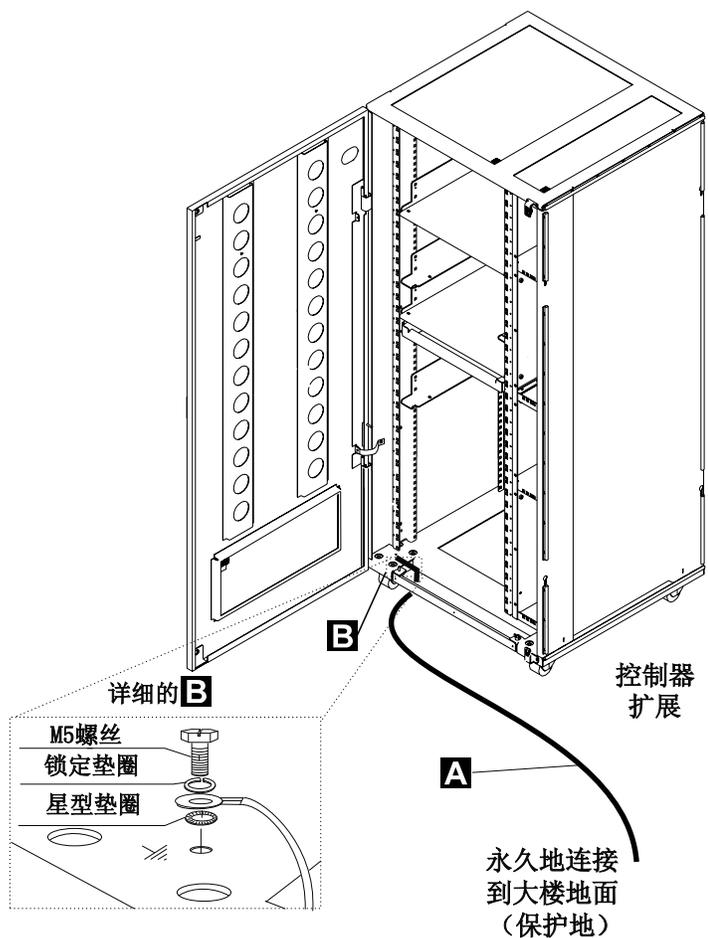
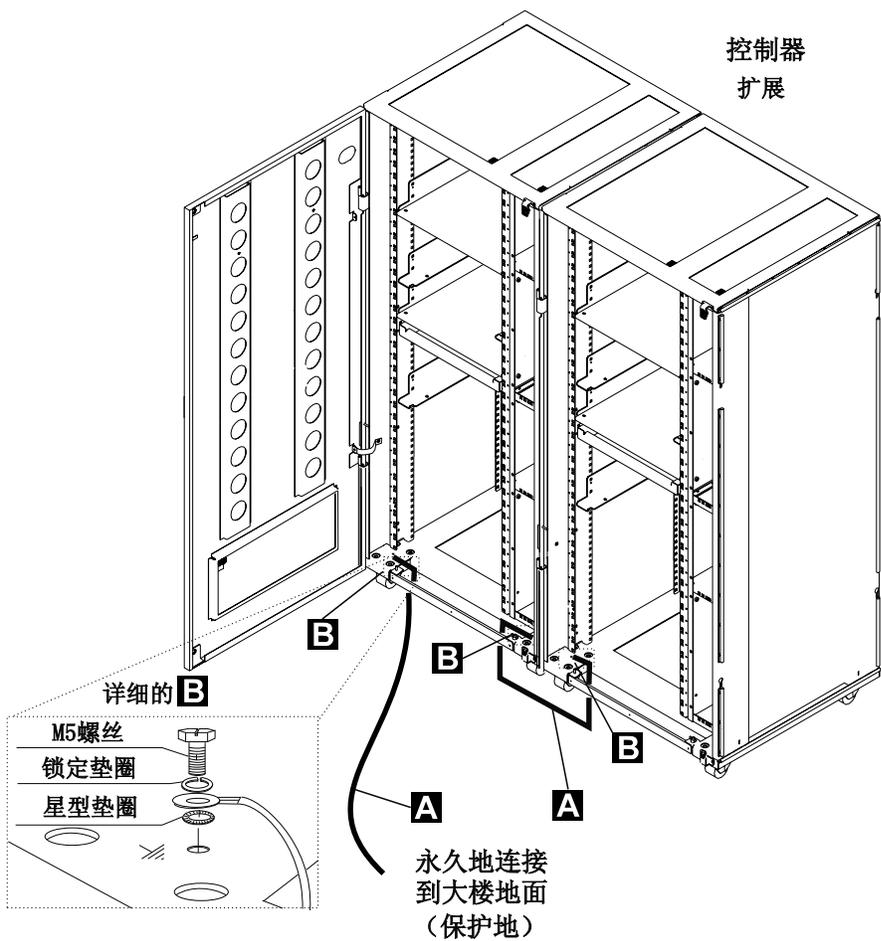
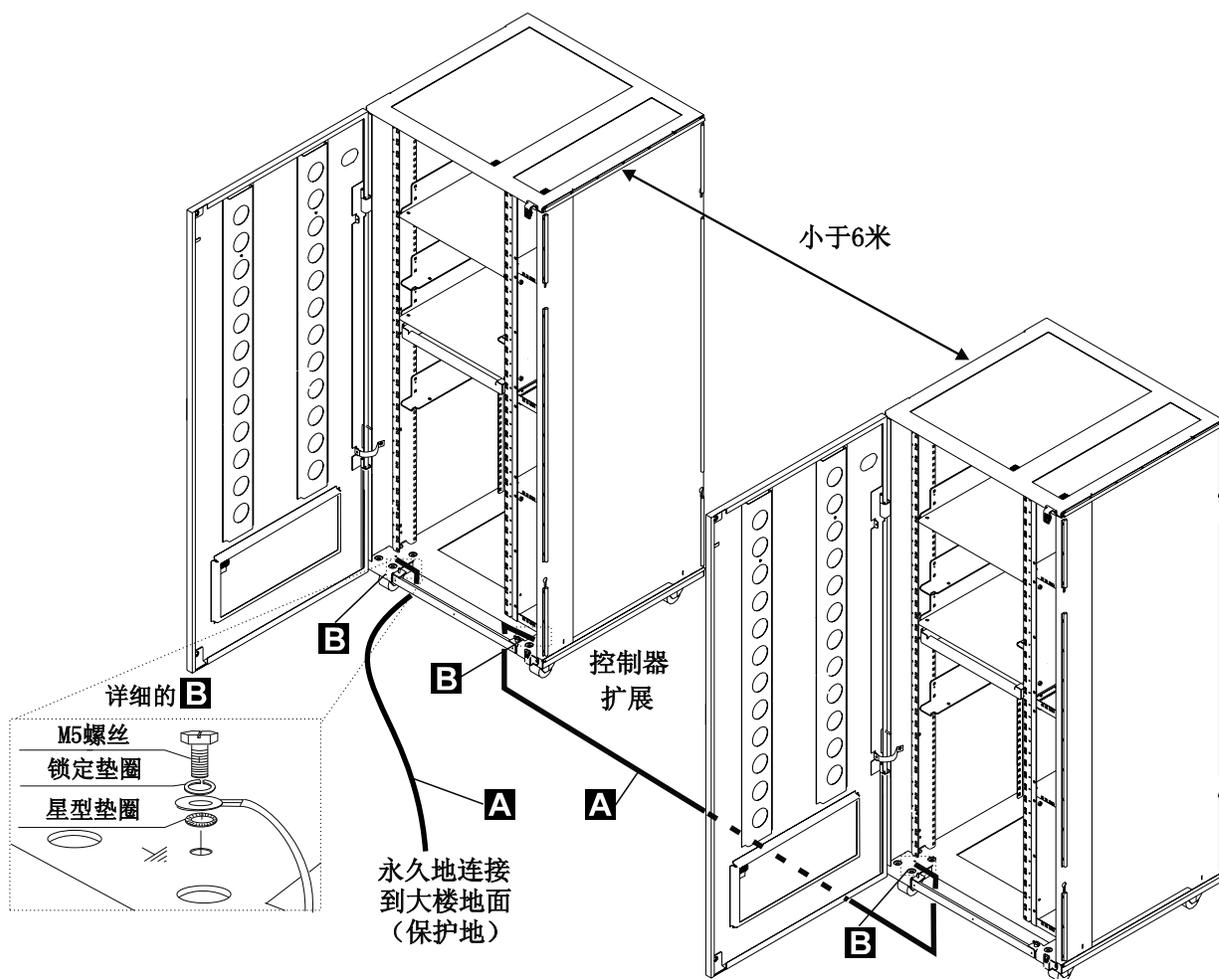
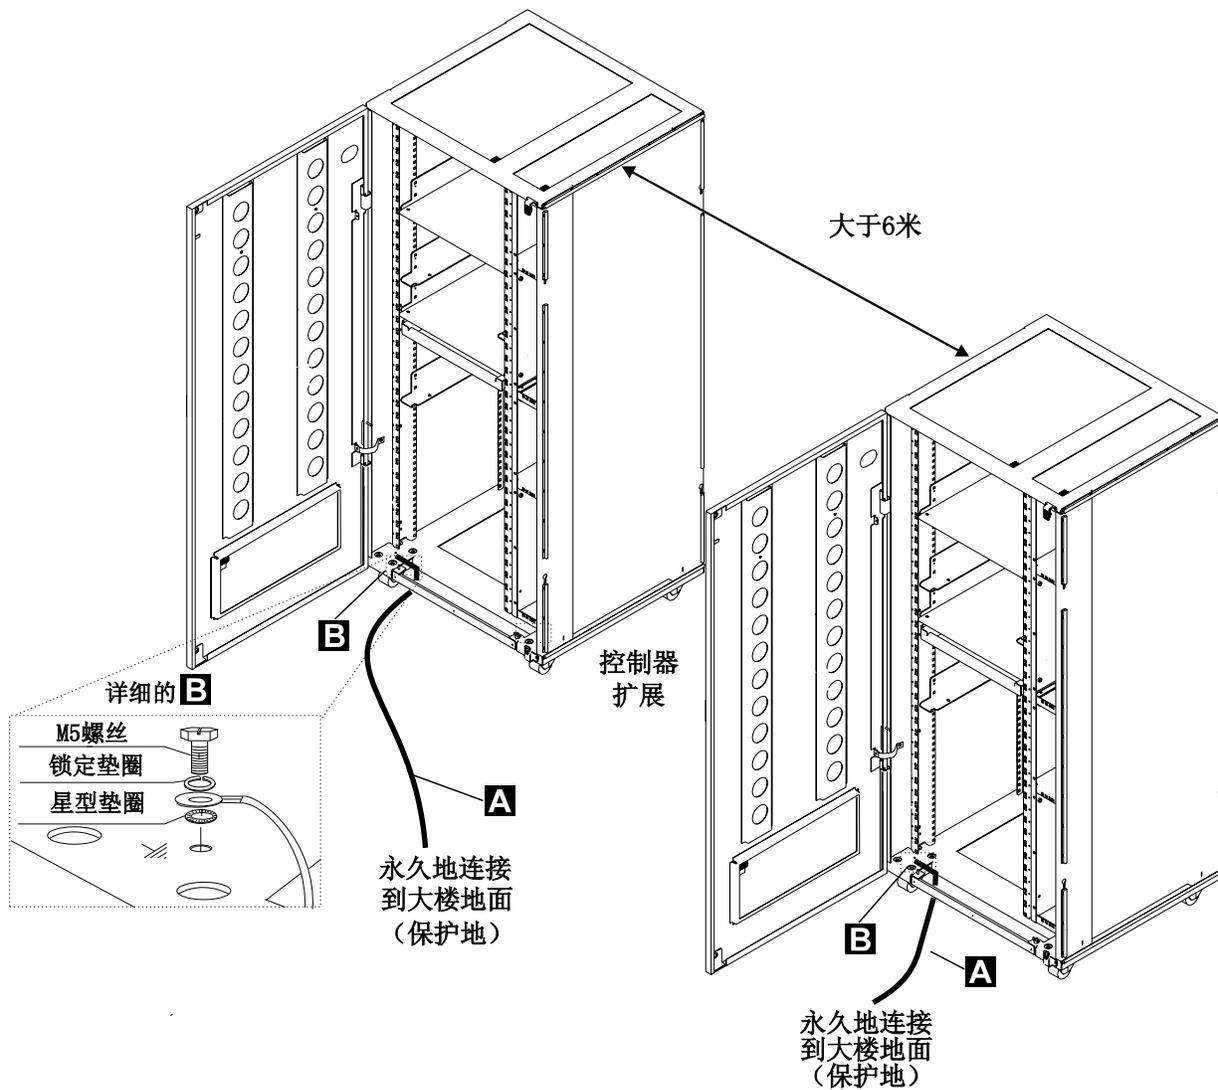

图 2. 在控制器扩展上的地线连接
图 3. 在附加控制器扩展间的地线连接
图 4. 小于6米的控制器扩展之间的地线连接
图 5. 大于6米的控制器扩展之间的地线连接
为了保持接地保护, 不要移动控制器扩展中的电源线和接地线 A (参照第4页的图2, 第5页的图3, 第6页的图4, 或第7页的图5)。
- 对控制器扩展, 附加的接地线 A 也被采用(参照第4页的图2, 第5页的图3, 第6页的图4, 或第7页的图5)。
- 如果你只安装了一个控制器扩展的话, 检查地线 A 是否被安装了 (参照第4页的图2) 。
- 如果你安装了一些控制器扩展的话, 检查地线 A 是不是根据你的配置安装的 (参照第5页的图3, 第6页的图4, 或第7页的图5) 。